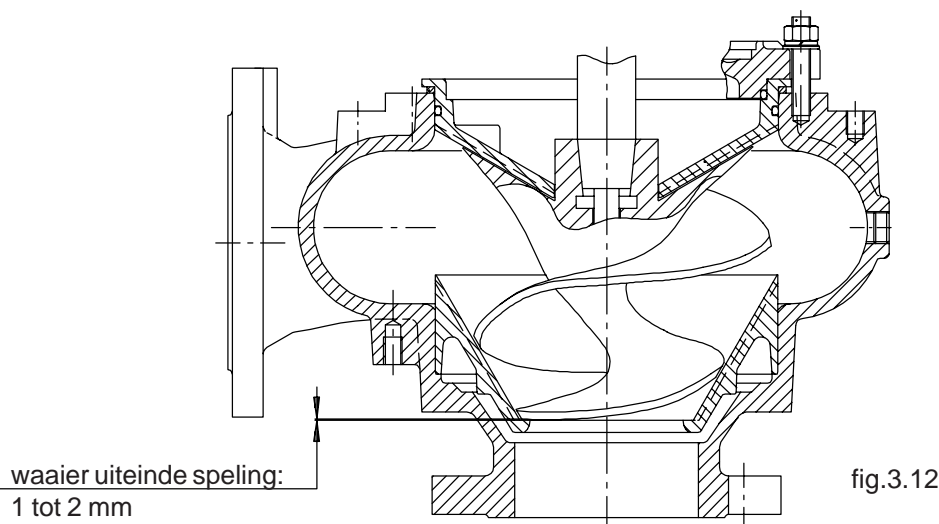

fig.3.12
Plaats de aandrijf-waaier combinatie in het slakkenhuis. De waaieruiteinde moet afgeslepen worden als het uiteinde van de waaier de slijtring (408) of het begin van de rand aan de slijtconus (of zuigdeksel) raakt. Indien er minder dan 1mm speling bestaat tussen het uiteinde van de waaier en het begin van de rand (het spiraalgedeelte van de waaier moet vol contact met het conisch gedeelte van de slijtconus of zuigdeksel hebben), moet de waaier evenwijdig aan de zuigflens worden afgeslepen, totdat er een speling van 1 tot 2 mm bereikt is. (fig.3.12)